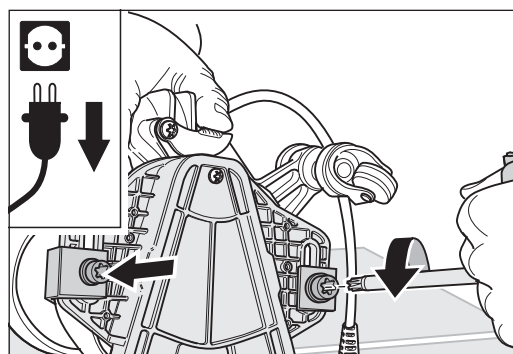

Abb. 35 Die beiden Schrauben lösen, mit denen der Vorsatz befestigt ist.
- 3 Lösen Sie mit dem Universalschlüssel die beiden Schrauben, die den Vorsatz am Ventilatorgehäuse befestigen (Abb. 35).